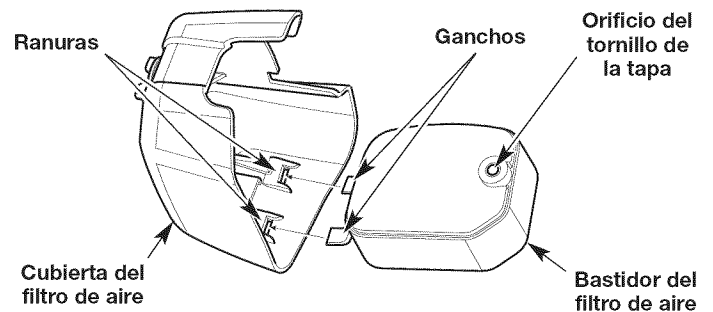

Fig. 17
6. Vuelva a poner el filtro dentro de la caja del filtro de aire (Fig. 17).
7. Inserte los ganchos de la caja del filtro de aire en las ranuras de la tapa del filtro (Fig. 17).
8. Gire la tapa del filtro de aire a la derecha y alinee el tornillo de la tapa con el orificio correspondiente (Fig. 17). Apriete el tornillo para asegurar la tapa del filtro de aire.